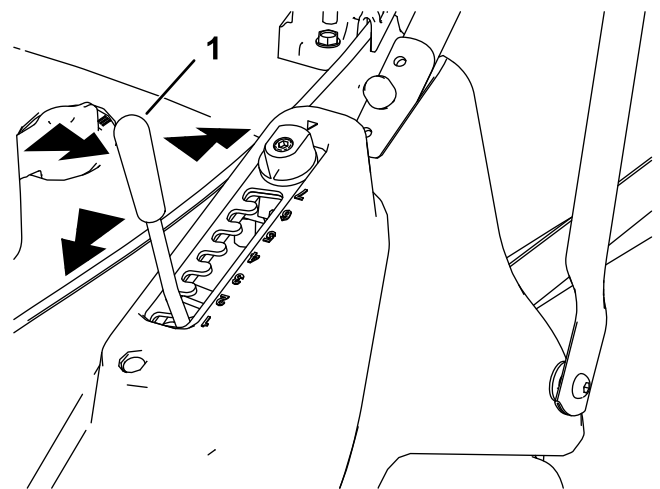

Figure 11
1. Tirez le levier de hauteur de coupe sur le côté pour le désengager du cran de verrouillage (Figure 11).
2. Poussez le levier en avant pour réduire la hauteur de coupe ou tirez-le en arrière pour augmenter la hauteur de coupe (Figure 11).
- Relâchez le levier à la position voulue et vérifiez qu'il s'enclenche fermement dans l'un des 7 crans de réglage (Figure 11).